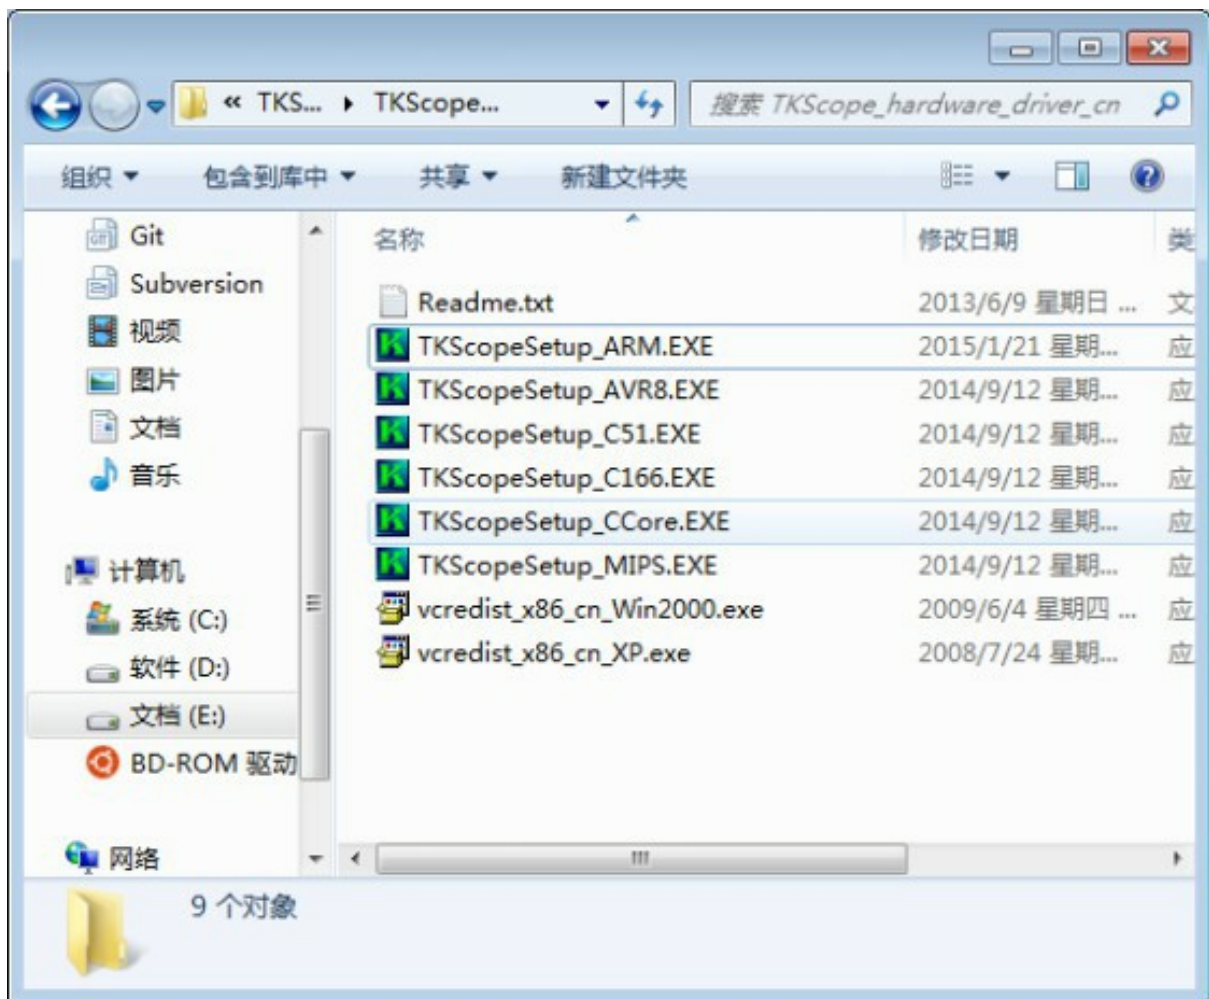
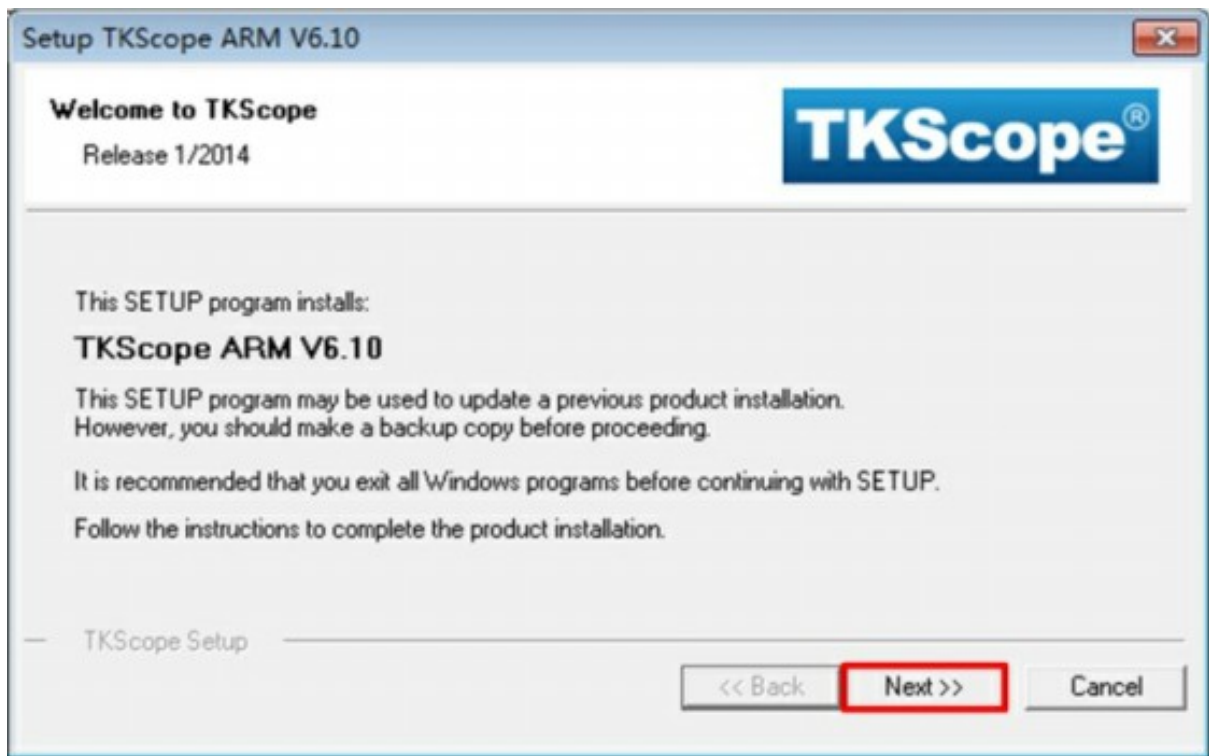
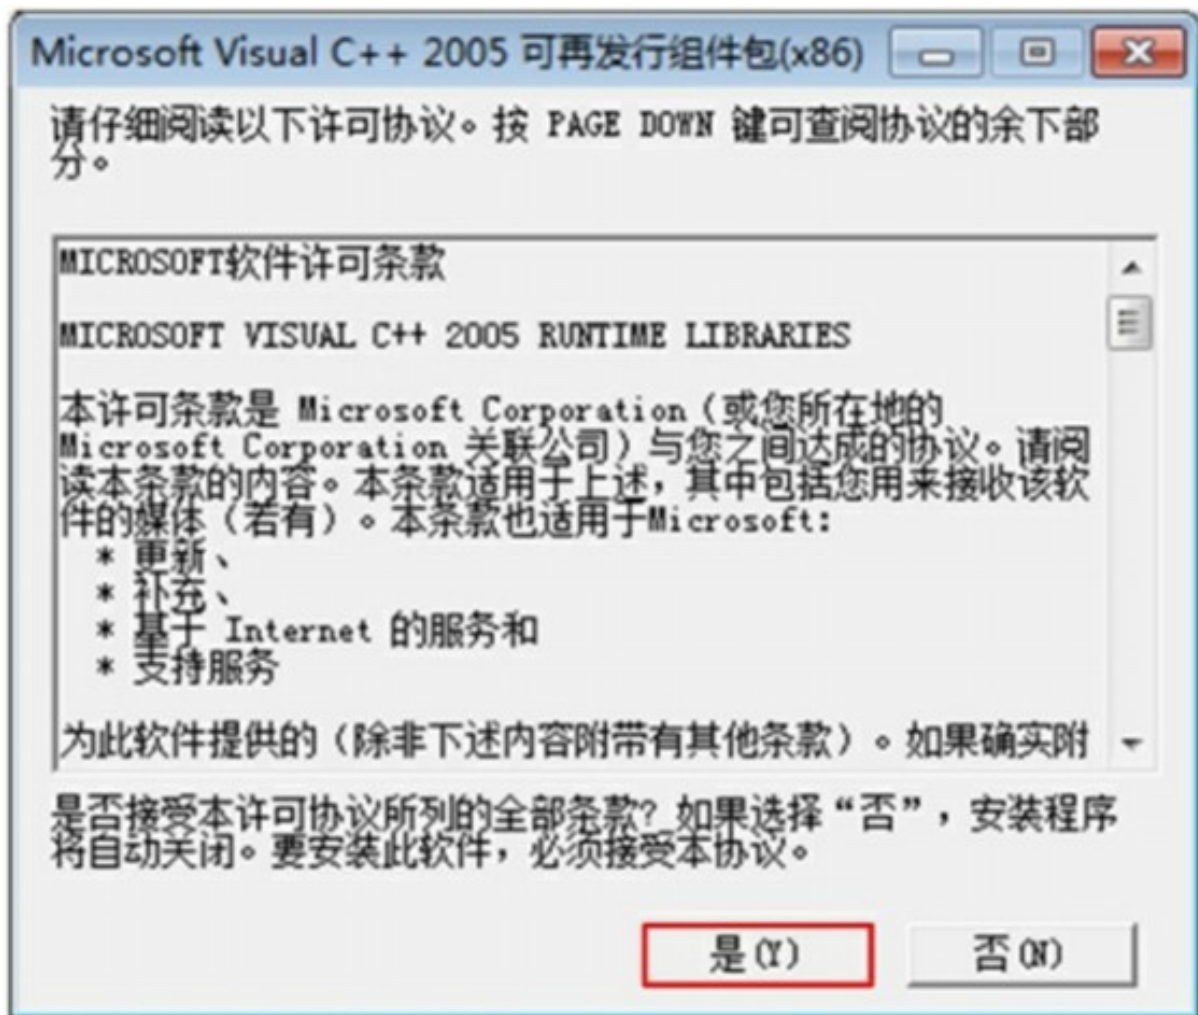

图 34: TKSope 文件列表
图 35: TKScope ARM 安装向导
图 43: VC8 运行库
下载到的文件是名为 **TKScope_hardware_driver_cn.zip** 的压缩包，解压该压缩包后，得到 **TKScopeSetup_ARM.EXE**、**vcredist_x86_cn_XP.exe** 等几个文件，如 图 34 所示。
- (1) 双击 图 34 中的 TKSopeSetup_ARM.exe，弹出如 图 35 所示的对话框，点击【Next】。
- (1) 双击图 34 中的 **vc8dist_x86_cn_XP.exe** (这里以 Windows XP 为例，请选择与您的操作系统对应的版本)，系统弹出如图 43 所示的对话框，点击 **【是(Y)】**。